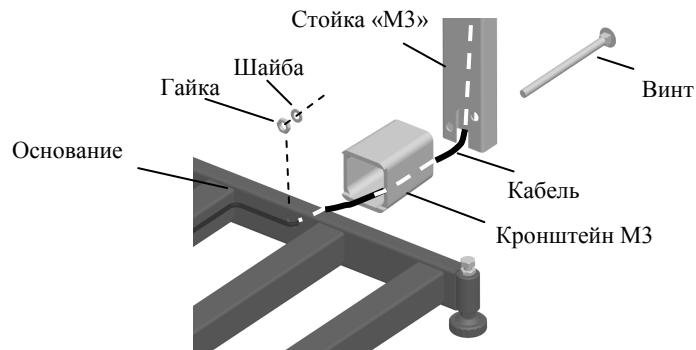

Рис. 5.3 - Крепление прямоугольной стойки к модулю TB-M_
- Протянуть кабель через кронштейн и стойку, Рис. 5.3.